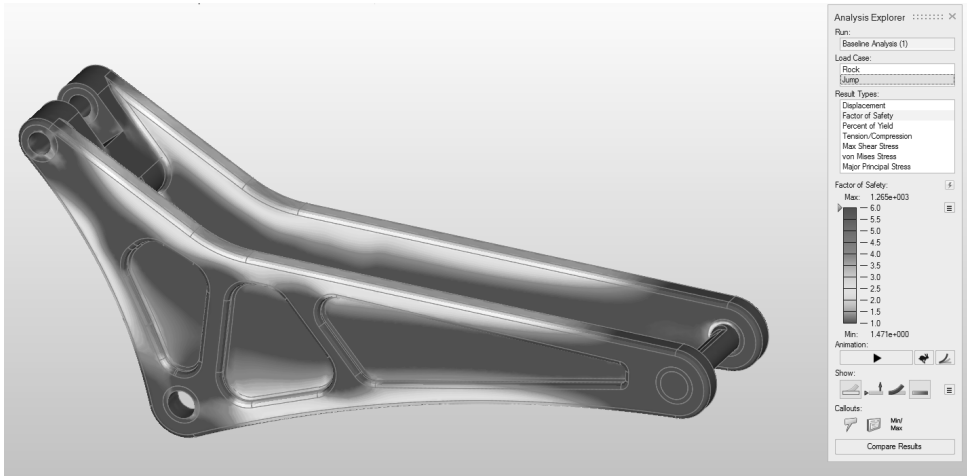

图 8-11
3) 在分析探索器的载荷工况下，选择 Jump 载荷工况。模型中的粉色区域即为受到应力作用的区域，如图 8-11 所示。